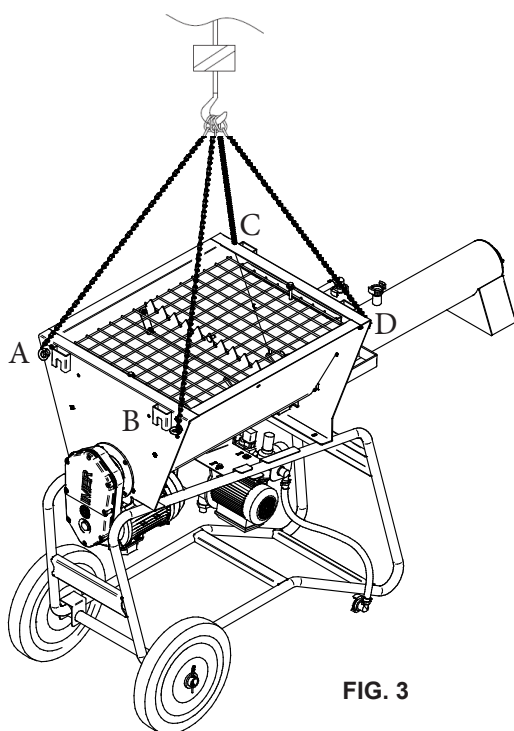

FIG. 3
**- ATTENTION ! Pour le levage de la machine, n'utiliser sous aucun prétexte des points d'accrochage différents de ceux indiqués sur la figure 3.**
Pour soulever la machine, utiliser les quatre anneaux spécialement prévus (fig. 3).